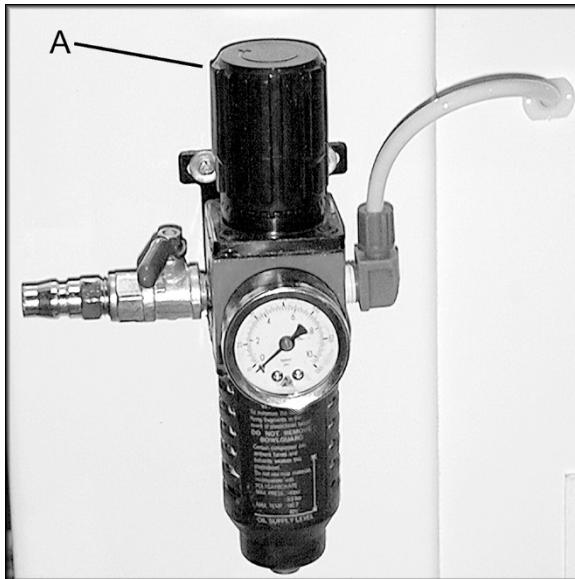

Рисунок 2
Подсоедините станок к системе подачи сжатого воздуха. Давление воздуха, поступающего в фильтр, можно регулировать с помощью рукоятки (A), Рисунок 2. Нормальное рабочее давление воздуха должно быть установлено на уровне 75 psi (5,2 бар), что можно увидеть на манометре.